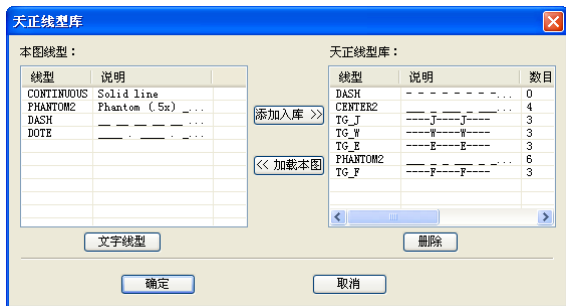

图 2-2 【天正线型库】对话框
- “线型”选项组：单击文本框，在弹出的下拉列表中可以更改线型。单击“天正线型库”按钮，系统弹出如图 2-2 所示的【天正线型库】对话框。在该对话框中可以将 AutoCAD 中加载的线型库导入到天正线型库中。